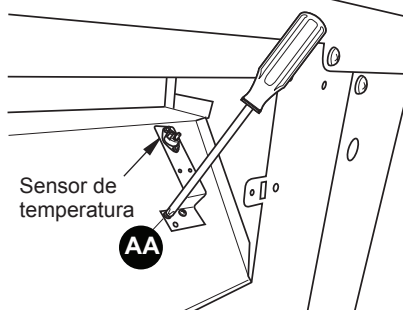

Figura 21 - Conexión del sensor de temperatura de la cámara de combustión
4. Una el sensor de temperatura a la parte posterior de la caja de fuego con 2) M4.2X8 tornillos (AA) (consulte la figura 21).